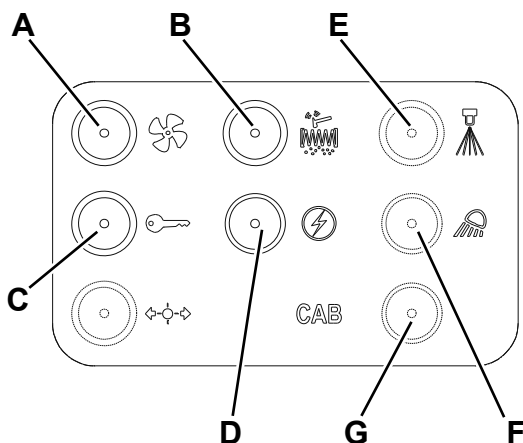

Figure 8
3. Tourner la clé de contact (57) sur "O", puis l'enlever.
4. Contrôler dans le panneau (38) si un fusible restaurable parmi les suivants (Fig. 8) est débranché :
- (A) : F1 (10 A), système d'aspiration poussière
- (B) : F2 (10 A), secoueur
- (C) : F4 (16 A), clé de contact
- (D) : F5 (10 A), composants auxiliaires moteur électrique
- (E) : F3 (2 A), système d'abattage des poussières (optionnel)
- (F) : F6 (10 A), feux de travail (optionnel)
- (G) : F8, ventilateur cabine (optionnel)